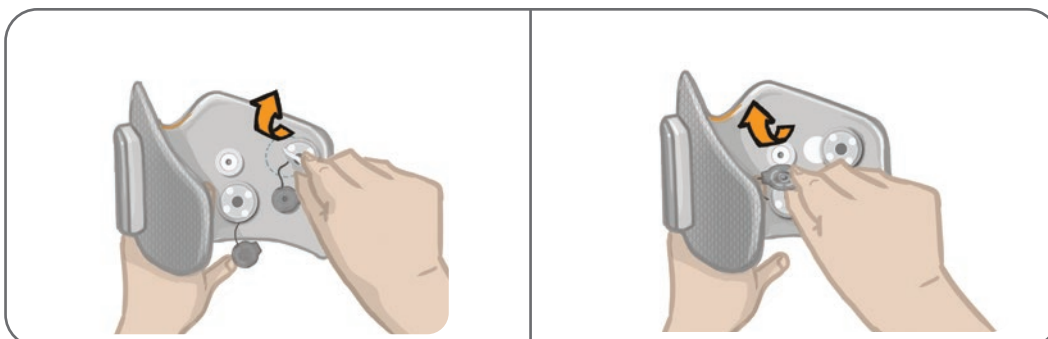

Ilustración 11-10: Sujeción de las nuevas bases de electrodos (izquierda)
4. Coloque las bases nuevas de los electrodos donde estaban ubicadas las bases anteriores. Consulte la ilustración 11-10.
5. Conecte los broches de las bases de los electrodos a los orificios de enganche. Consulte la ilustración 11-10.